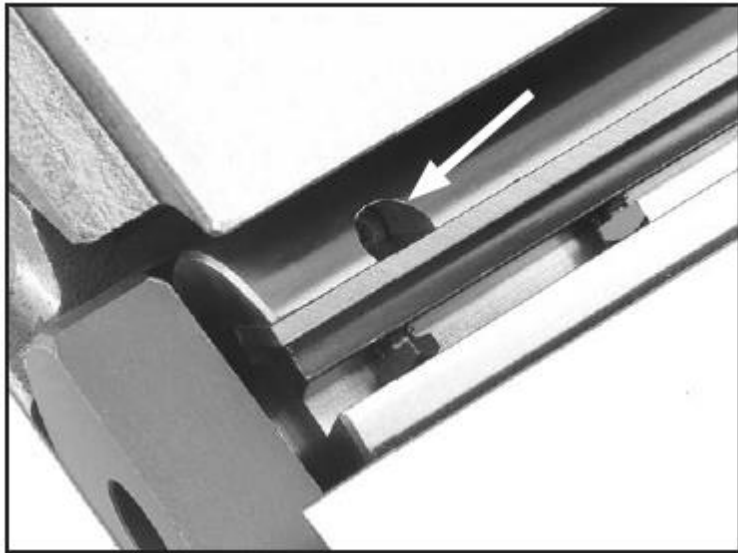

Рис. 21. Отверстие для доступа к прижимным винтам
7. Прижимные винты – шестигранным ключом 3 мм поворачивать прижимные винты через отверстия в режущем валу (рис. 21) для поднятия и опускания ножа. При правильной посадке ножа он слегка касается средней бобышки приспособления для наладки ножей. Довернуть болты прижимной планки достаточно туго для того, чтобы просто удерживать нож на месте. Повторить шаги 5-7 с остальными ножами.